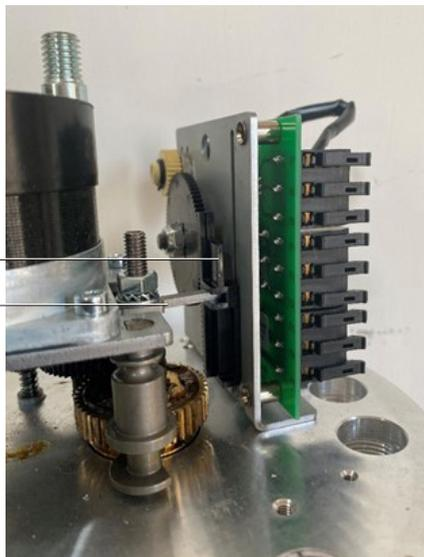

Fig. 7
- Agganciare la barra fissa di feedback alla biella motrice dell'alberino dell'attuatore. Vedere la Fig. 7 "Disposizione del feedback degli interruttori ausiliari di finecorsa (1-6 kN)"
- Far scivolare l'interruttore S4 sui perni di fissaggio assicurandosi che l'orientamento sia lo stesso illustrato nella Fig. 7
- Far scivolare l'interruttore S5 sui perni di fissaggio assicurandosi che l'orientamento sia lo stesso illustrato nella Fig. 7